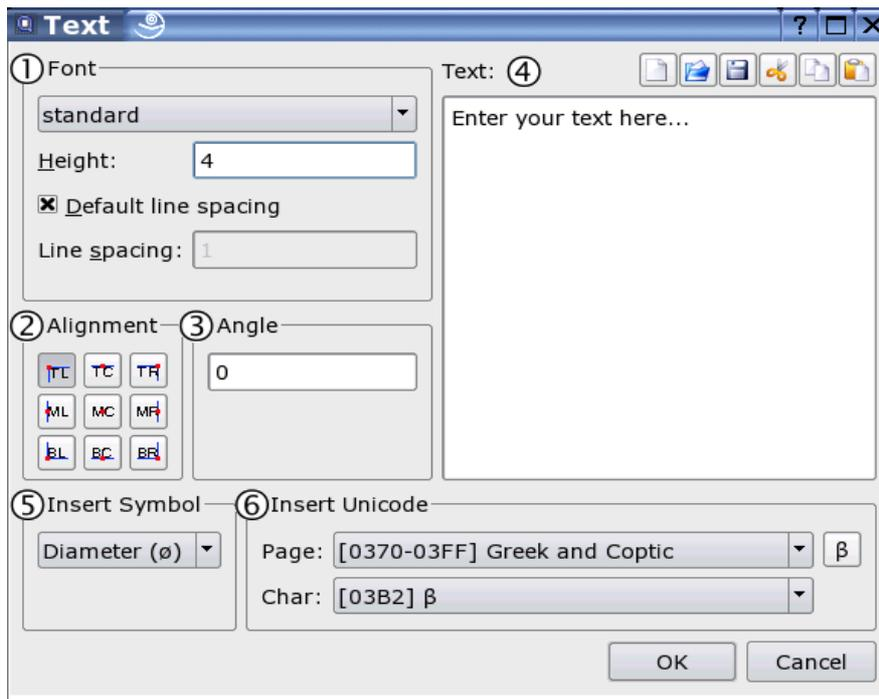

Abbildung 33: Der Text Dialog.
1. Nach dem Starten des Werkzeugs wird der Text Dialog angezeigt in dem Sie die Schrift-Attribute und den Text selbst festlegen können (Abbildung 33).
2. Wählen Sie eine Schriftart und die Schrift-Attribute im linken oberen Bereich des Dialogs (Abbildung 33/1). Für eine Liste der verfügbaren Schriften sei hier auf den Anhang verwiesen. Im Feld "Höhe" können Sie die Texthöhe in der aktuellen Masseinheit der Zeichnung bestimmen. Um den normalen Linienabstand zu verwenden aktivieren Sie das Ankreuzfeld "Standard Linienabstand". Sie können den Linienabstand vergrössern oder verkleinern indem Sie das Ankreuzfeld deaktivieren und im Feld "Linienabstand" einen Wert eingeben. Der eingegebene Wert ist relativ zum Standard Abstand (1.0). Gültige Linienabstände sind im Bereich von 0.25 bis 4.00. Werte ausserhalb dieses Bereichs sind zwar möglich, aber nicht mit anderen CAD Programmen wie zum Beispiel AutoCAD kompatibel.
3. Wählen Sie die Ausrichtung des Textes (Abbildung 33/2).
4. Geben Sie den gewünschten Rotationswinkel für den Text ein (Abbildung 33/3). Normale horizontal lesbare Texte haben einen Winkel von 0 Grad.
5. Geben Sie den zu konstruierenden Text im grossen Textfeld ein (Abbildung 33/4). Sie können auch eine Textdatei laden oder einen Text von der Zwischenablage einfügen mit Hilfe der Schaltflächen über dem Textfeld.
Um häufig verwendete Sonderzeichen einzugeben, die nicht auf Ihrer Tastatur zu finden sind können sie die Auswahlbox unten links verwenden (Abbildung 33/5). Wählen Sie einfach ein Symbol aus der Liste und es wird automatisch an der aktuellen Cursorposition in das Textfeld eingefügt.
Falls die Symbolliste das gewünschte Symbol nicht enthält, können Sie die Auswahlboxen unten rechts verwenden, um ein beliebiges Symbol aus dem Unicode Zeichensatz einzufügen (Abbildung 33/6). Beachten Sie, dass die Schriftart, die Sie gewählt haben das ausgewählte Zeichen nicht unbedingt unterstützt. In diesem Fall wird das Zeichen ignoriert.